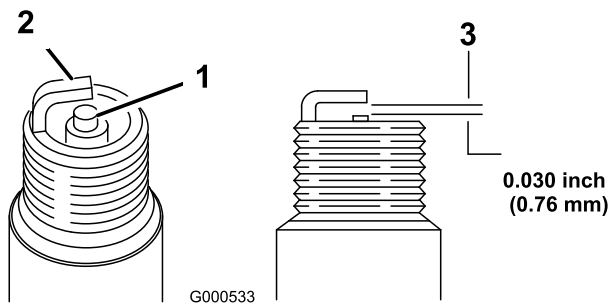

Figure 37
1. Examinez le centre de la bougie (Figure 37). Si le bec de l'isolateur est recouvert d'un léger dépôt gris ou brun, le moteur fonctionne correctement. S'il est couvert d'un dépôt noir, c'est généralement signe que le filtre à air est encrassé.
2. Contrôlez l'écartement entre l'électrode centrale et l'électrode latérale (Figure 37). Courbez l'électrode latérale (Figure 37) si l'écartement est incorrect.